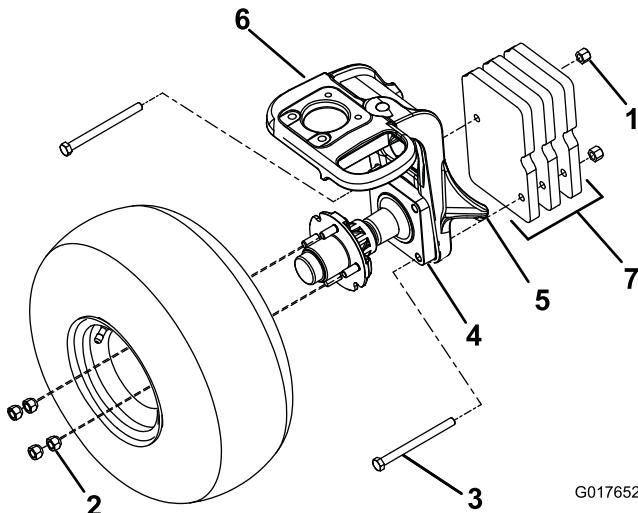

Figura 1
- Sollevate la macchina con un martinetto nel punto di sollevamento (Figura 1).
- Togliete i 4 dadi a staffa sulla ruota a coppie posizionate diagonalmente tra loro (Figura 1).
- Togliete i 2 bulloni di ancoraggio che fissano il fusello alla forcella della ruota orientabile (Figura 1).
- Montate le 3 zavorre del kit sul lato destro della forcella della ruota orientabile con i 2 bulloni a testa esagonale (1/2 x 5-1/2 poll.) e i 2 dadi di bloccaggio del kit (Figura 1).